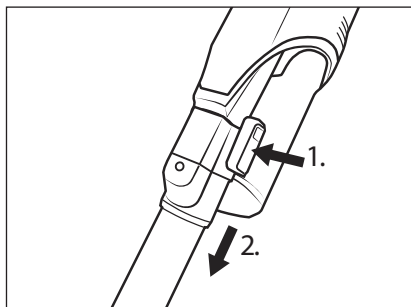

Fig. 11
- ◆ Pour retirer le tube d'aspiration  de l'appareil, maintenez la touche de déverrouillage du tube d'aspiration  enfoncée et retirez le tube d'aspiration  de l'orifice d'aspiration de l'appareil (voir fig. 11).